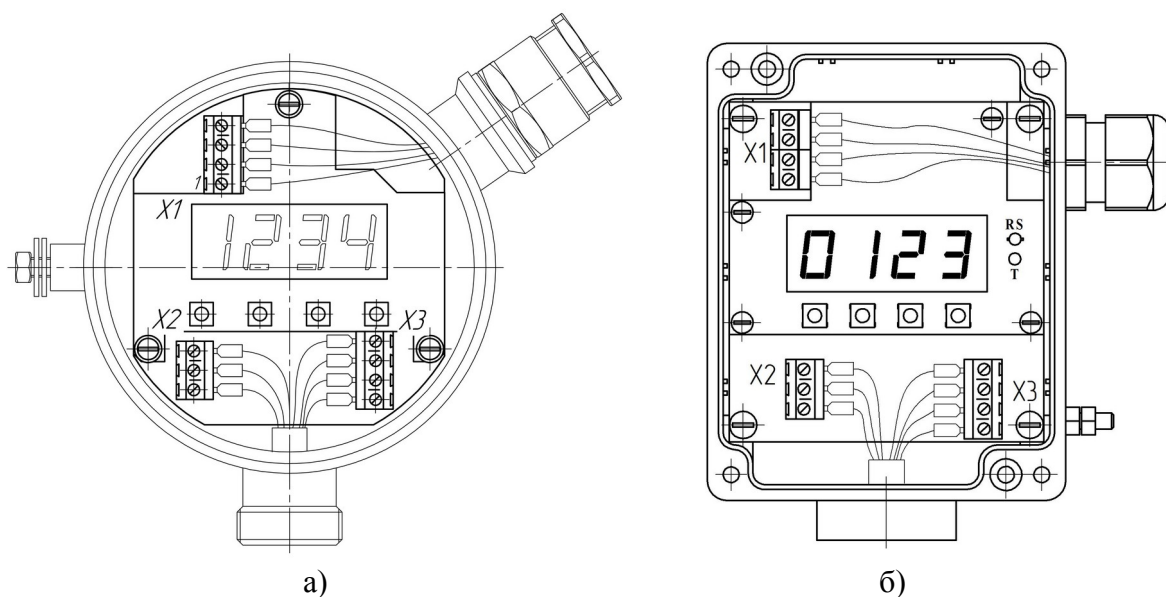

Рисунок 2 - Внешний вид ЭБ ПП со стороны передней панели со снятой крышкой: а) корпус «Н»; б) корпус «Д»
4.1.7 Доступ к кнопкам управления и клеммникам для подключения датчиков и внешней линии связи обеспечивается со стороны передней панели после снятия передней крышки (Рисунок 2).